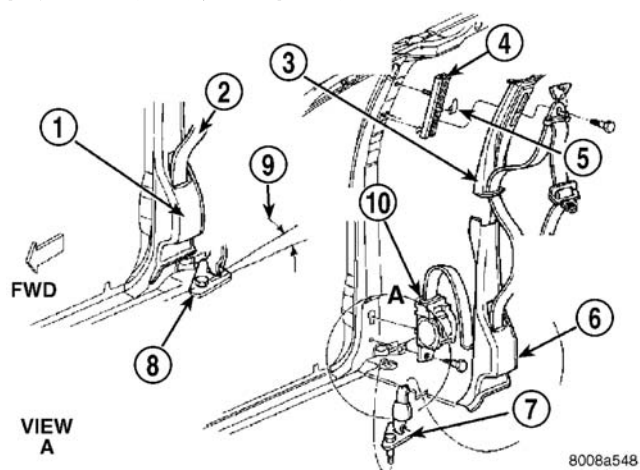

图2 座椅安全带—前排外侧
- (1) 将肩部安全带高度调整器按钮直接拉离调整器，将其卸下。
- (2) 从座椅安全带旋转环上卸下盖。
- (3) 卸下将旋转环装接到肩部安全带高度调整器的螺栓（图 2）。
- (4) 从 B 柱上卸下旋转环。
- (5) 拆下 B 柱下装饰盖或后侧围装饰板。
- (6) 卸下将座椅安全带卷收器装接到 B 柱的螺栓（图 2）。
- (7) 向上提升卷收器并断开将卷收器装接到 B 柱的箭头形固定器。
- (8) 从车辆上卸下座椅安全带。